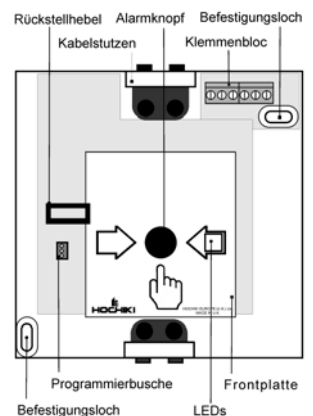

Abb. 3 – Tür offen
- Die Frontplatte kann durch Drücken der beiden Auslöseklammern auf der linken Seite (siehe Abb. 3) gelöst und abgehoben werden.
- Der Klemmenblock der Anlage befindet sich in der oberen rechten Ecke des Gehäuses (siehe Abb. 3).
- Bohren Sie ein Loch durch die Kabelstutzen am oberen oder unteren Ende der Anlage (siehe Abb. 3) und führen Sie das Schleifenkabel hindurch.
- Achten Sie darauf, dass der Alarmknopf während der Installation NICHT betätigt wird. Ziehen Sie bei Bedarf den Rückstellhebel (siehe Abb. 3) zur Korrektur nach links.
- Die Programmierbusche der Anlage befindet sich auf der linken Seite der Hauptleiterplatte (siehe Abb. 3). Stecken Sie den rechteckigen Stecker der Programmierleitung in diese Buchse und den Klinkenstecker in die Buchse am TCH-B100.
- Eine Programmierung der Anlage ist nicht möglich, wenn der Alarmknopf betätigt wurde. Eine Rückstellung ist dadurch möglich, dass der Rückstellhebel (siehe Abb. 3 oben) so lange nach links gezogen wird, bis der Alarmknopf hochspringt.
- Der Alarmknopf wird niedergedrückt sein. Eine Rückstellung ist dadurch möglich, dass der Rückstellhebel (Abb. 3 oben) nach links gezogen wird, bis der Alarmknopf hochspringt.